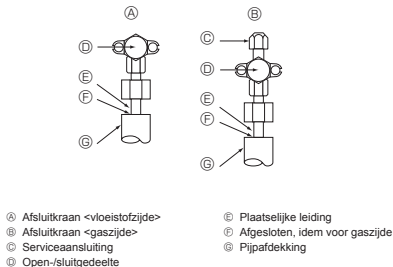

Fig. 5-4
5.4. Luchtichtheid van de koelstofpijpen testen (Fig. 5-4)